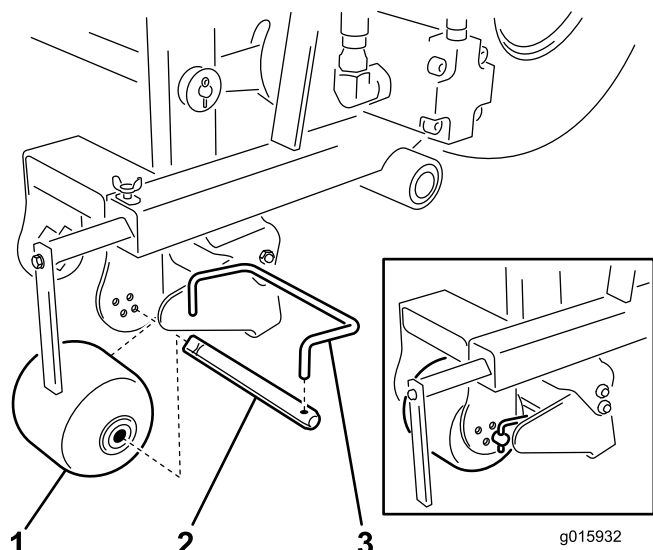

Figura 20
3. Retire el rascador del eje del rodillo (Figura 20).
4. Retire el rascador del eje del rodillo (Figura 20).